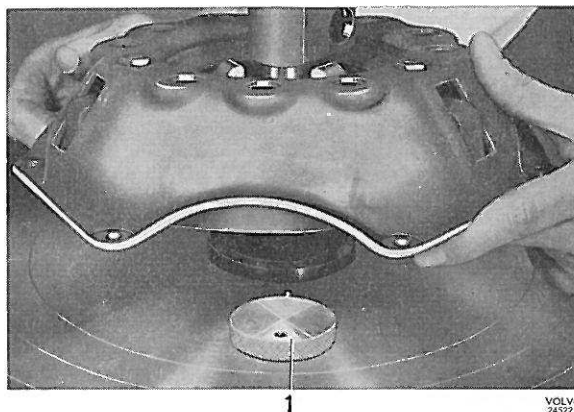
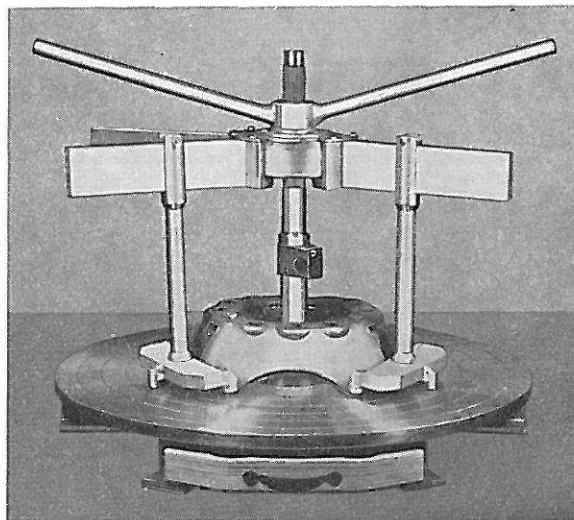

Figure 16. Mise en place de l'embrayage dans le dispositif de fixation, I
Figure 17. Mise en place de l'embrayage dans le dispositif de fixation, II
2. Poser les entretoises N° 0 sur le dispositif de fixation SVO 2322 comme le montre la figure 16. Poser l'embrayage, les supports à trois points, les bras de l'outil et les trois tiges-poussoirs comme le montre la figure 17. Mettre la manivelle et actionner la presse jusqu'à ce